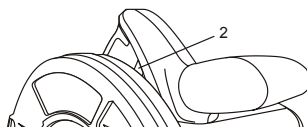

Fig. 8
Tout en maintenant le bouton de verrouillage enfoncé, compressez la gâchette (2) pour démarrer la scie (figure 8).